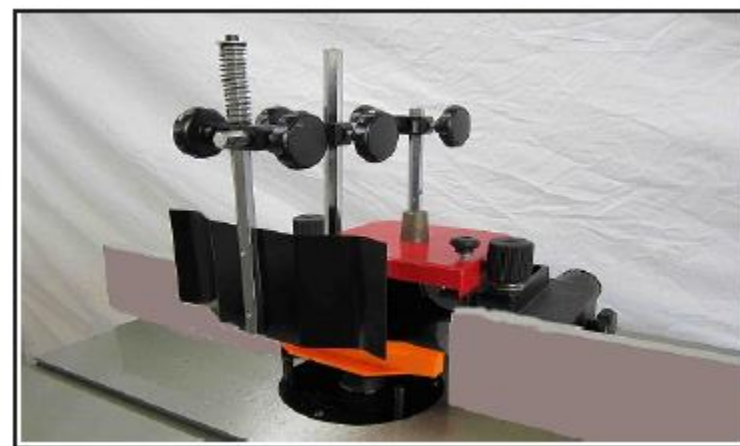

Рис. 12. Параллельный упор в сборе
4. Вставить прижим и направляющую, *Рис. 12*.